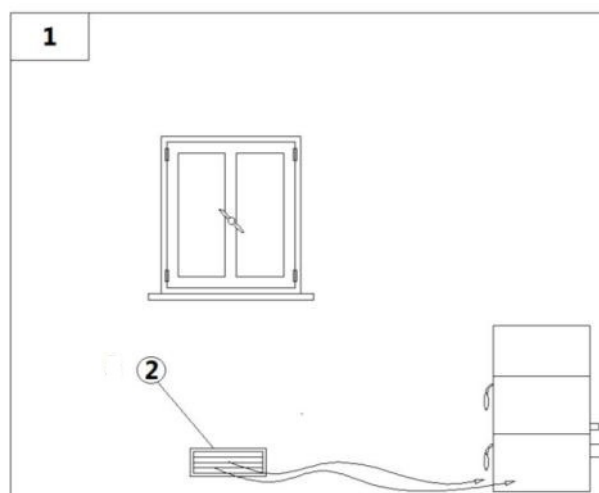

Fig. 6 - Directe luchttoevoer
LEGENDA Fig. 6 op pag. 10
- buitenmuur van het vertrek (zie **Fig. 6 op pag. 10**).